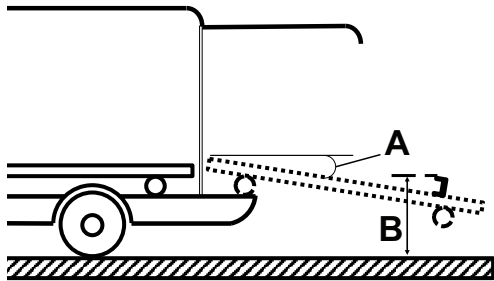

Figura 14 – Specifiche della piastra di presa e della piattaforma di carico
- L'angolo (A) della piattaforma di carico non deve superare i 16° (Figura 14)
- L'altezza (B) dalla parte superiore della piastra di presa al pavimento deve essere compresa tra 28,0" (71,1 cm) e 29,4" (74,7 cm) (Figura 14)